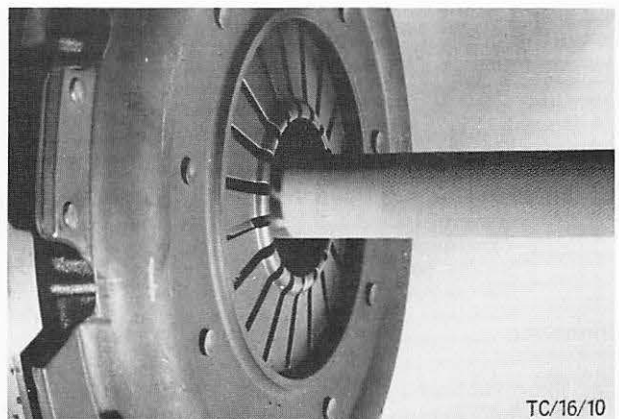

Abb. 123 Kupplungsreib-scheibe mit Spezialwerkzeug GH-7554 zentrieren (C-Motor)
4. Kupplungsreib-scheibe seitenrichtig (mit der Nabe nach hinten zeigend) und unter Verwendung des Spezialwerkzeuges GH-7554 in die Schwung-scheibe einsetzen. Abb. 123.